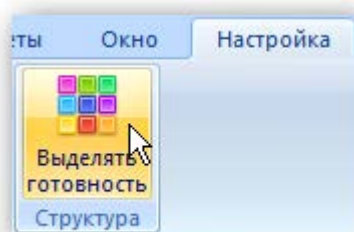

Рис. 13-564 – Кнопка «Выделять готовность» панели «Вид»
4) Строки в таблице рабочего окна «Экземпляры» выделяются определенным цветом – в зависимости от состояния экземпляра ФИ (рис. 13-564):